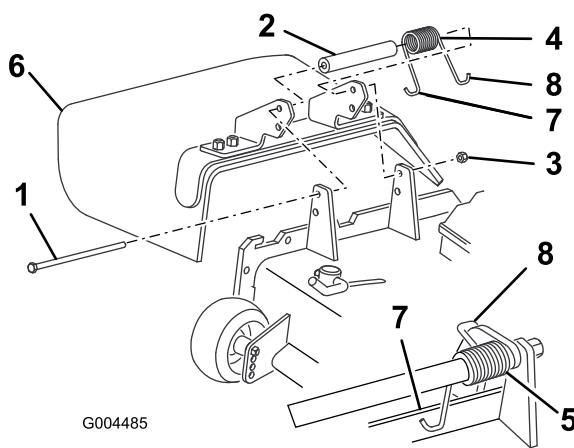

Figura 71
3. Coloque el espaciador y el muelle entre los soportes del deflector de hierba nuevo (Figura 71). Coloque el gancho en J del extremo izquierdo del muelle detrás del reborde de la carcasa.
Nota: Asegúrese de colocar el gancho en J del extremo izquierdo del muelle detrás del reborde de la carcasa antes de instalar el perno, según muestra Figura 71.
4. Instale el perno y la tuerca. Coloque el extremo derecho en J del muelle alrededor del deflector de hierba (Figura 71).
2. Retire la contratuerca, el perno, el muelle y el espaciador que sujetan el deflector a los soportes de pivote (Figura 71). Retire el deflector de hierba dañado o desgastado.